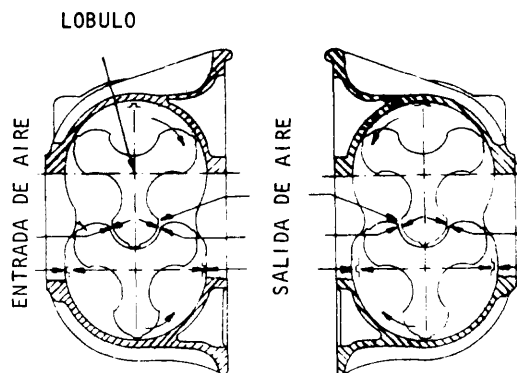

Fig. 13
- a Compruebe el huelgo existente entre los lóbulos de los rotores en la entrada y salida de aire (fig. 13).